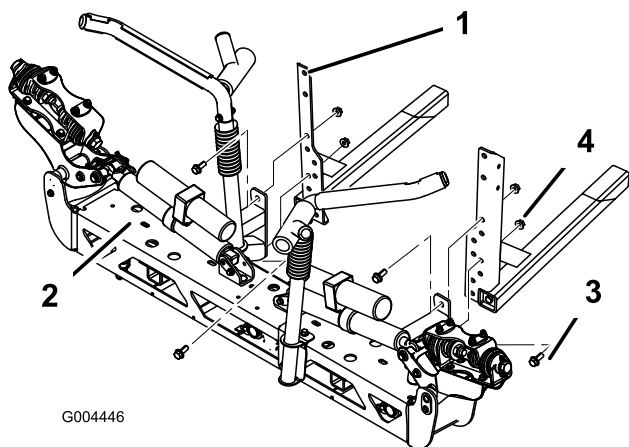

Figura 14
3. Instale o conjunto da rampa central nos postes com 4 parafusos flangeados (1/2 x 1-1/4 pol.) e 4 porcas flangeadas (1/2 pol.). Figura 14